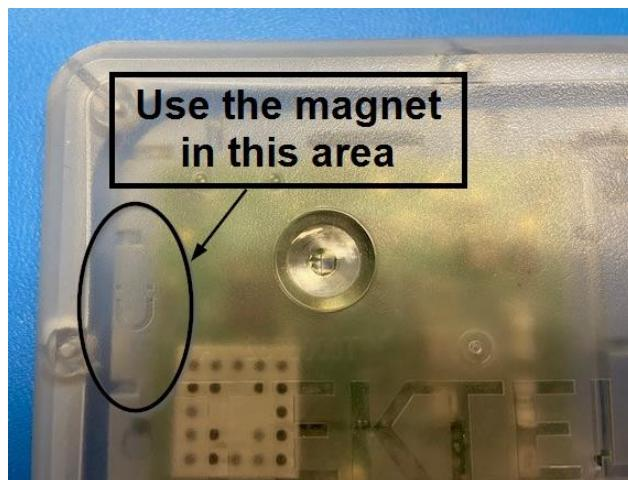

Abbildung 2: Position des Reedschalters
- Halten Sie den Magneten **3 bis 10 Sekunden** lang an die Stelle der magnetischen Aktivierung am Gehäuse, wie in Abbildung 2 unten dargestellt.
Das Magnetschild ist in Abbildung 2 dargestellt: